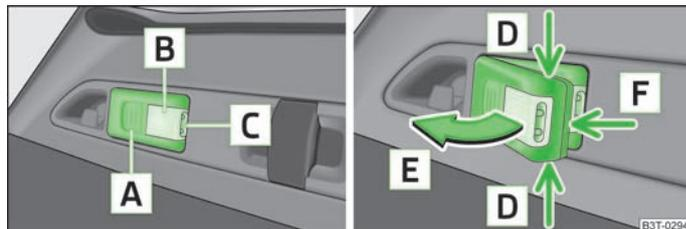

Fig. 44 Lâmpada removível
- Iluminação da bagageira - a parte **B** » Fig. 44 acende-se (a lâmpada encontra-se no suporte),
- Segure a lâmpada pela zona das setas **D** » Fig. 44 e retire-a, rodando-a no sentido da seta **E**.
- Caso não desligue a lâmpada e a insira correctamente no suporte, as lâmpadas na parte dianteira **C** » Fig. 44 da iluminação são desligadas automaticamente.
- Levante a tampa da bateria com um objecto estreito e pontiagudo, a partir do local da mola de bloqueio **F** » Fig. 44.